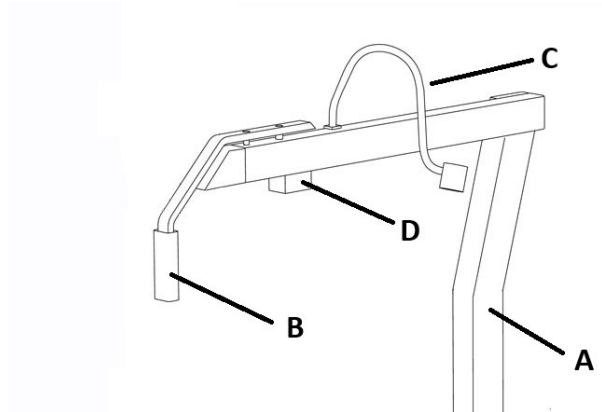

Abbildung 9: Physiologisch vorgeneigter Phoropterarm (starr)
- physiologisch vorgeneigte Phoro-pterarm (starr) mit Phoro-pterschiene (Abbildung 9)